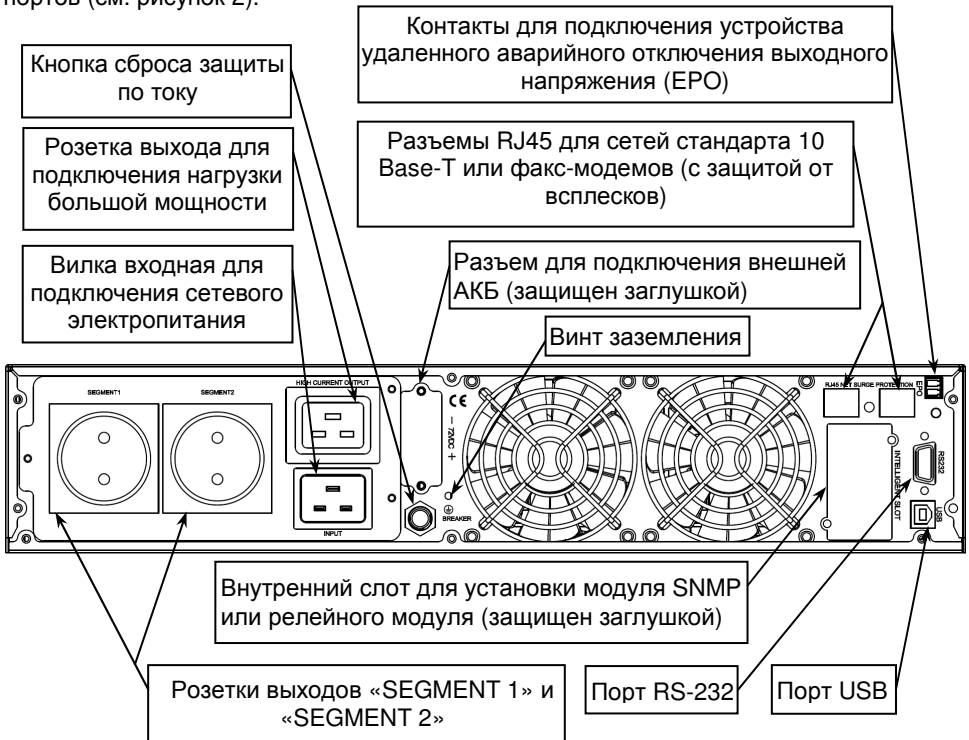

Рисунок 2 – Общий вид задней панели изделия.
На задней панели изделия расположены: входной и выходные разъемы, разъем для подключения внешней аккумуляторной батареи, кнопка сброса срабатывания защиты по току (срабатывание защиты происходит при превышении уровня входного тока выше допустимого), вентиляторы охлаждения и разъемы коммутационных портов (см. рисунок 2).
Разместите изделие в шкафу и закрепите его на передних стойках. Соедините винт заземления изделия (см. рисунок 2) с контуром заземления телекоммуникационного шкафа перемычкой заземления (в комплект поставки не входит).
- Подключить к выходным розеткам изделия кабели питания нагрузок (см. рисунок 2).